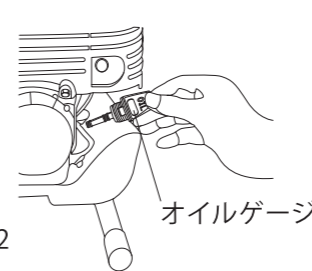

図2
- b. エンジンオイルの点検。エンジンを水平にしオイル給油キャップを外し、注入口の口元までオイルがあるか点検してください。(図2・3) 不足している場合は、新しいオイルを口元まで補給してください。